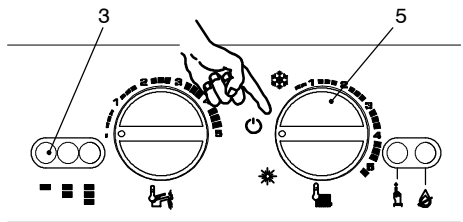

fig. 6.6
- 21 Apagar la caldera colocando el conmutador 5 en la posición "O" fig. 6.6